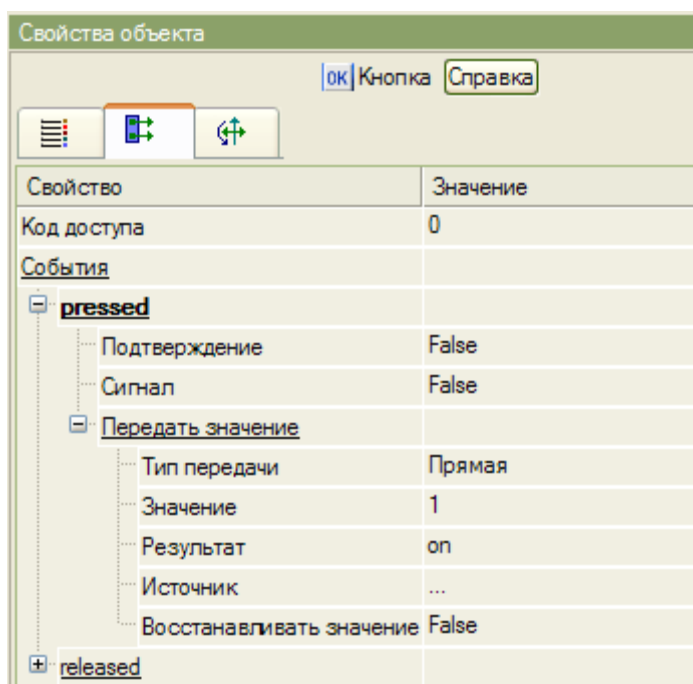

Рисунок 21 – Установка свойств кнопки «start»
5. В свойствах Кнопки «start» создайте событие Send Value – Передать значение. В поле Тип передачи выберите «Прямая», в поле Значение введите 1, в поле Результат сделайте привязку к аргументу экрана on. (см. рис. 21)